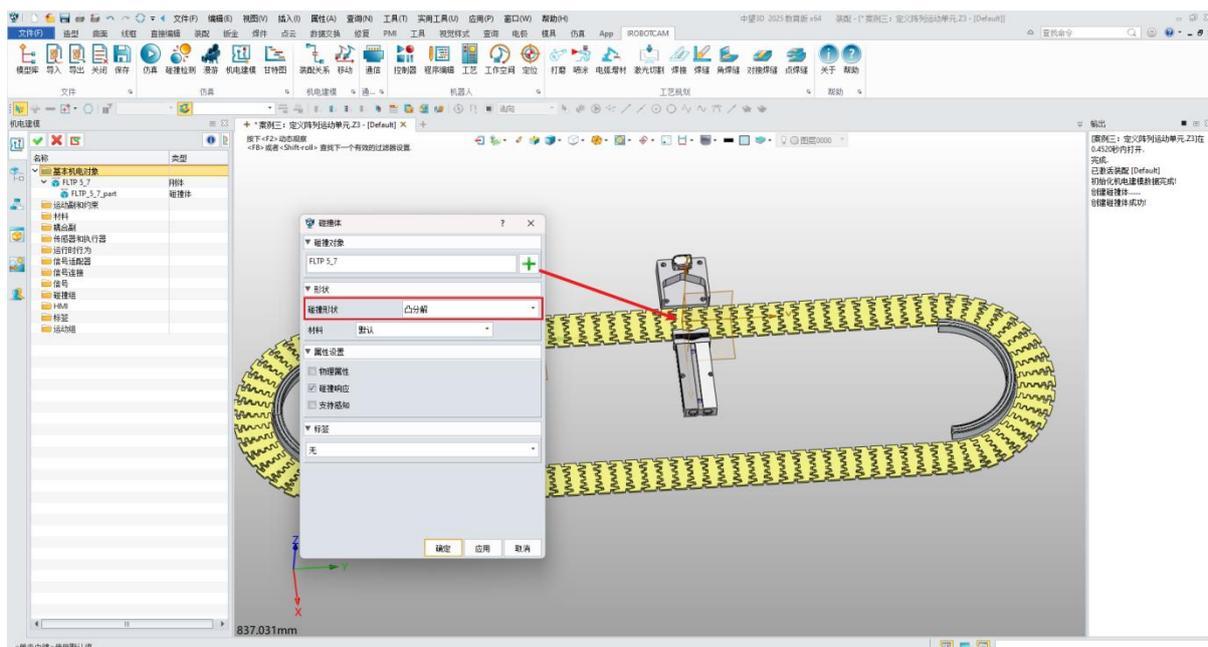

图 7-7：碰撞参数信息
- 单击“确定”为“FLTP5_7”创建刚体。（图 7-7）